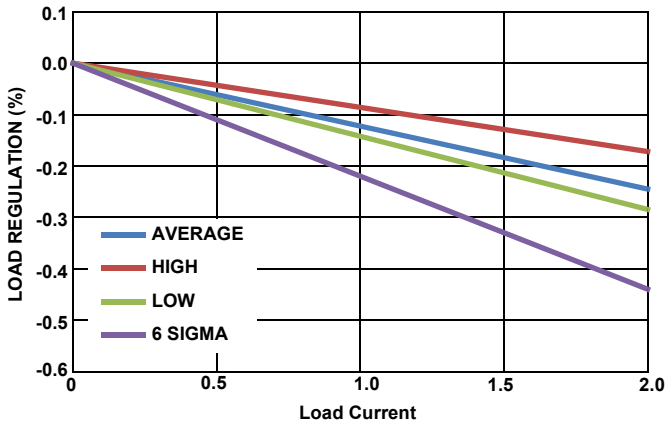

図 12. ロード・レギュレーション
- 製造時試験は行っていません。評価基板を使用して特性評価されています。図 12 ~ 14 のロード・レギュレーションの図を参照してください。+105 °C TA は、ワーストケースに近い動作ポイントを示しています。